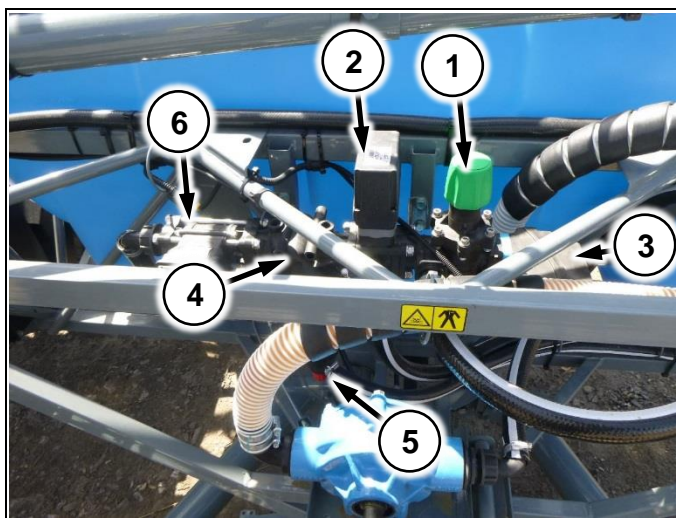
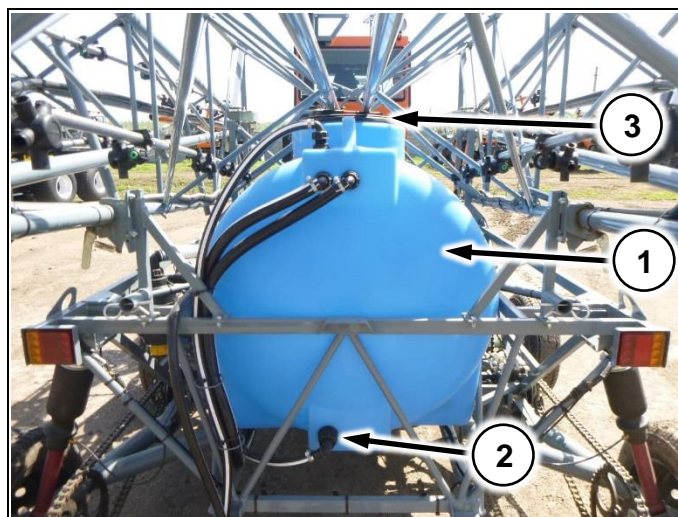
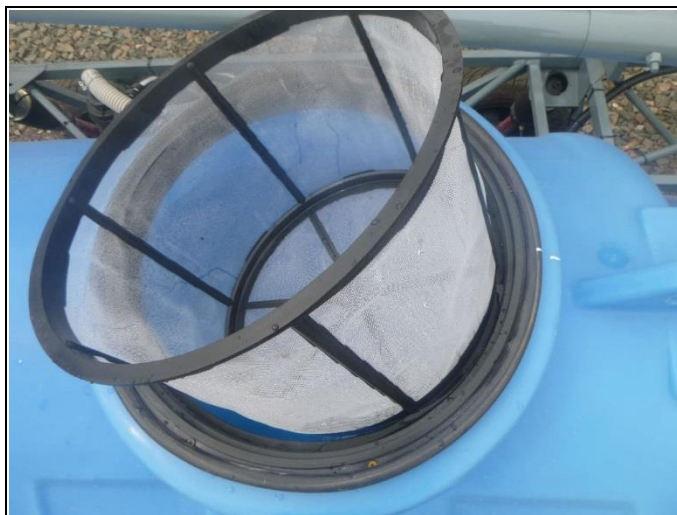

Рис. 30
Рис. 32
Рис. 34
(Рис. 30/1) – предохранительный клапан (байпас)
(Рис. 30/2) – регулирующий клапан
(Рис. 30/3) – главный клапан
(Рис. 30/4) – фильтр тонкой очистки
(Рис. 30/5) – кран для самоочистки фильтра тонкой очистки (подключен к гидромешалке)
(Рис. 30/6) – расходомер
<p>При работе большими расходами закройте кран на фильтре тонкой очистки (Рис. 30/5). Если нет - оставьте приоткрытым для самоочистки фильтра</p>
<p>Предохранительный клапан (Рис. 30/1) настраивается на заводе на давление 6-7 атм. и не нуждается в регулировке. Не регулируйте без прямых указаний сотрудников сервисной службы завода - изготовителя.</p>
В бак (Рис. 32/1) поступает вода и препараты при заправке опрыскивателя
Гидравлическая мешалка (Рис. 32/2) предназначена для обеспечения равномерной концентрации рабочей жидкости в баке. Включение/выключение мешалки осуществляется краном на фильтре тонкой очистки (Рис. 30/5)
Сетка (Рис. 34) предотвращает попадание инородных предметов в бак при заправке через заливную горловину (Рис. 32/3)
Предотвращает засорение форсунок от мелких частиц мусора. Расположен на гидравлическом распределителе хим. системы (Рис. 30/4)
2. Установите бак (Рис. 32/1) в специальную нишу на раме